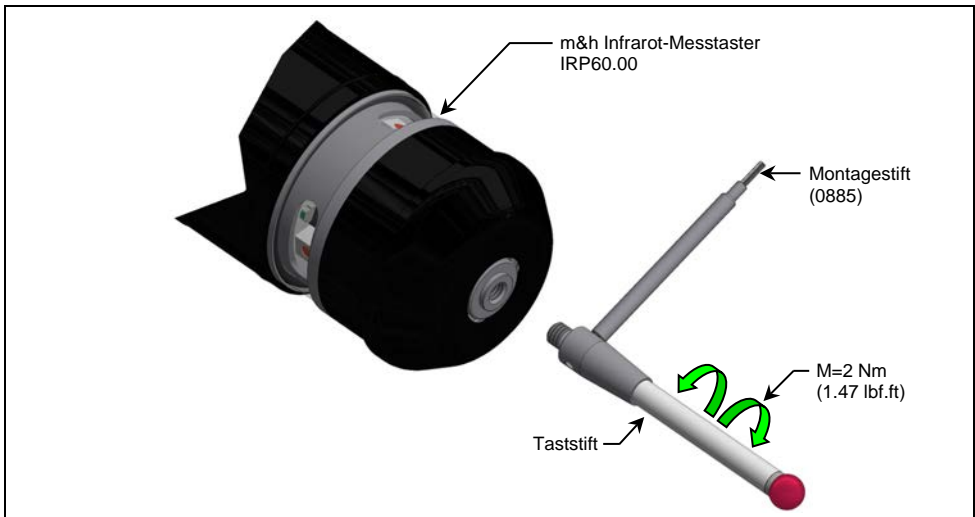

Abb. 5 Taststiftwechsel
2. Neuen Taststift vorsichtig in den Messtaster einschrauben (Abb. 5).